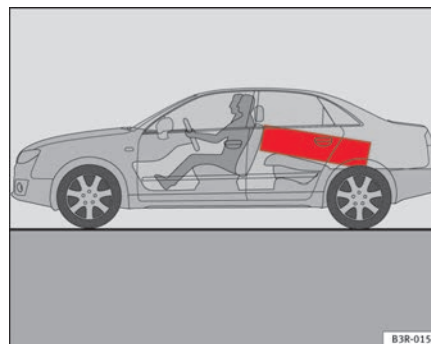

Abb. 114 Legen Sie schwere Gegenstände möglichst weit nach vorn.
- Legen Sie schwere Gegenstände möglichst weit nach vorn ⇒ Abb. 114.